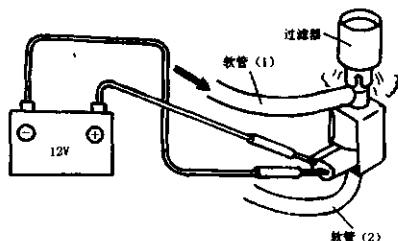

图 2-64 接蓄电池检查
④ 把 12V 蓄电池接到真空开关阀插孔上,向软管(1)内吹气,空气应从过滤器中出来,如图 2-64 所示。